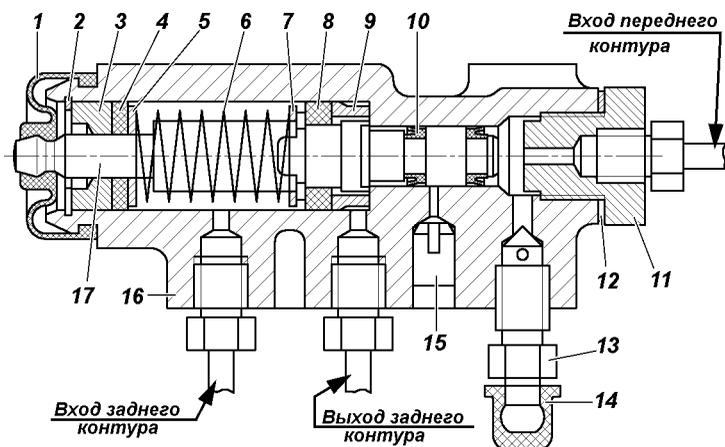

Рис. 9.34. Регулятор давления:
**Регулятор давления.** На автомобилях, не оснащенных антиблокировочной системой тормозов, устанавливается механический регулятор давления (рис. 9.34), который обеспечивает оптимальное распределение тормозных сил по осям автомобиля и не допускает блокировку задних колес раньше передних. При обслуживании проверяйте работоспособность регулятора давления. Очищайте регулятор от грязи и проверяйте надежность его крепления. Внешним осмотром убедитесь, что регулятор и детали его привода не имеют повреждений, отсутствуют подтекания тормозной жидкости и люфты в соединении стойки с упругим рычагом и кронштейном на заднем мосту.
3. Заверните болт 3 до соприкосновения его с хвостовиком поршня 17 (см. рис. 9.34) регулятора.